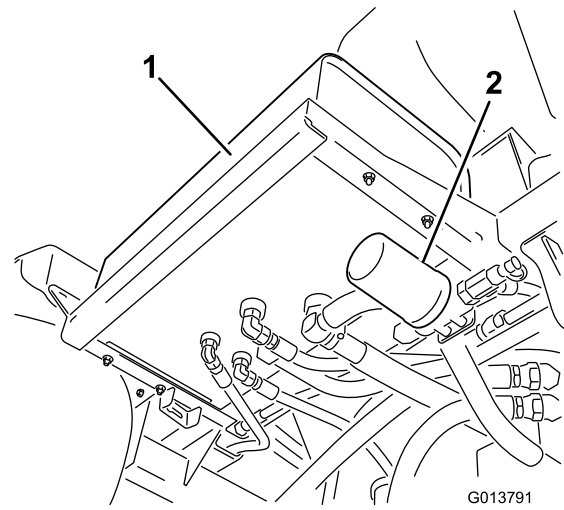
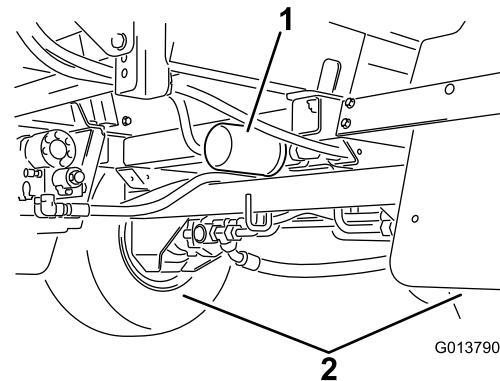

Figura 88
Figura 89
2. Localice los dos filtros hidráulicos en la máquina (Figura 88 y Figura 89).